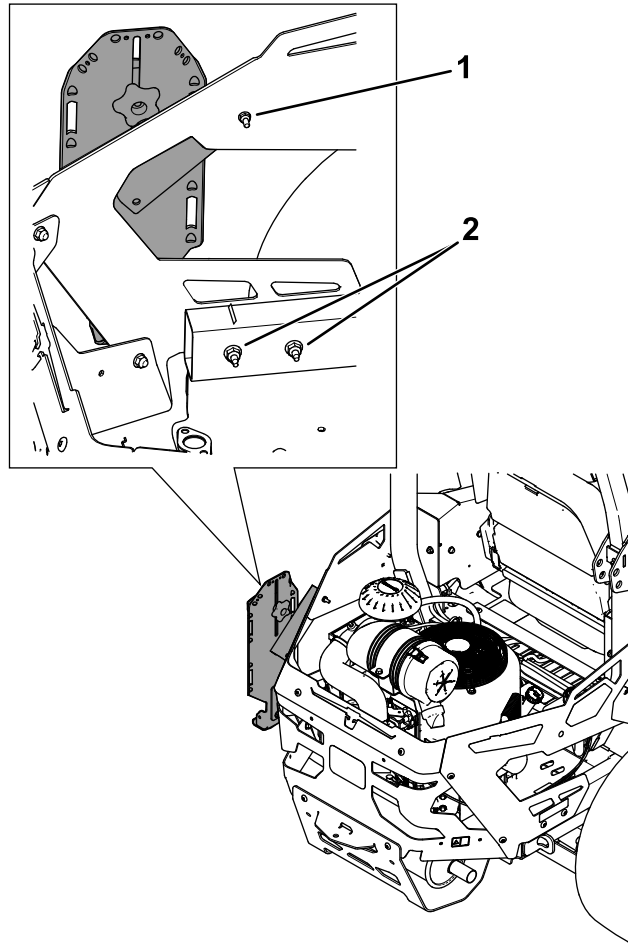
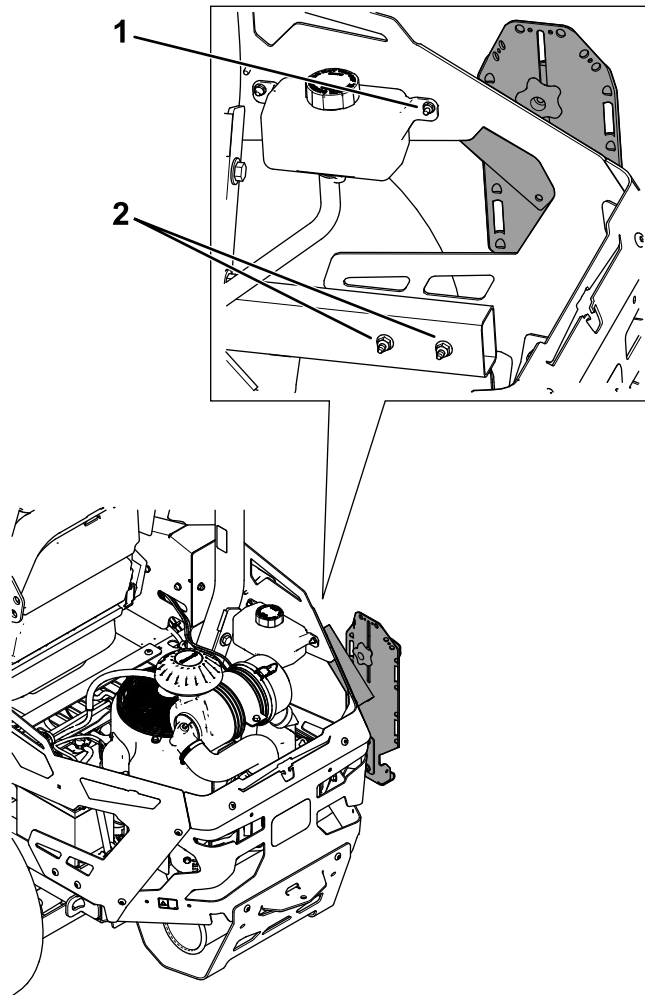

Figura 3
Figura 4
1. Fissate il supporto di montaggio alla protezione laterale posteriore utilizzando un bullone a testa tonda ($\frac{1}{4}$ " \times 1") e 1 dado ($\frac{1}{4}$ "), come illustrato nella Figura 3 o nella Figura 4.
2. Fissate la parte inferiore del supporto principale alla protezione laterale posteriore utilizzando 2 bulloni ($\frac{5}{16}$ " \times 3") e 2 dadi ($\frac{5}{16}$ "), come illustrato nella Figura 3 o nella Figura 4.